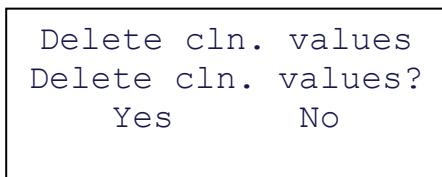

Fig. 7: Client values
8. Press the SELECT key to select „Yes“ (see Fig. 7).